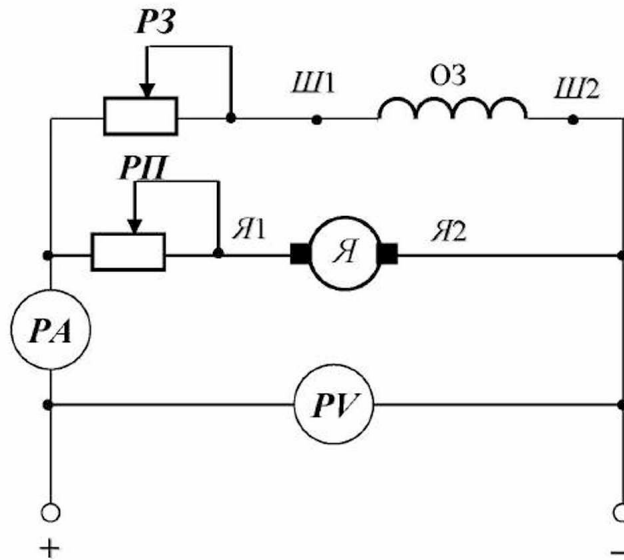

Рис.6.10
Відповідно до викладеного вище, складаємо принципову електричну схему керування двигуном (рис.6.10).
На даній схемі (рис.6.10) приведені наступні позначення:
1. Принципова електрична схема керування електродвигуном приведена на рис.6.10.